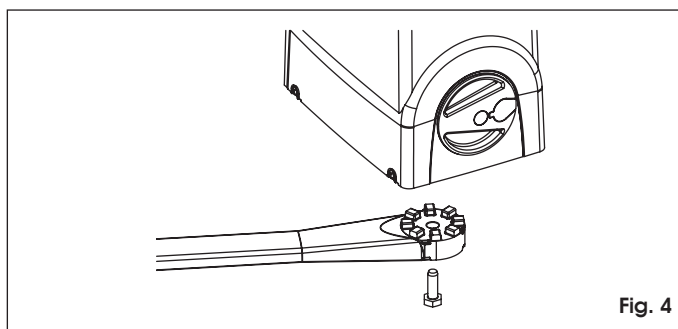

Fig. 4
- Bevestig de arm aan de aandrijving, zoals weergegeven in de instructies van de aandrijving, Fig. 4.